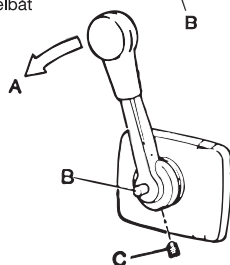

Fig. 18
- Drag åt fästsruven (C fig. 18) och se till att spaken sitter säkert.